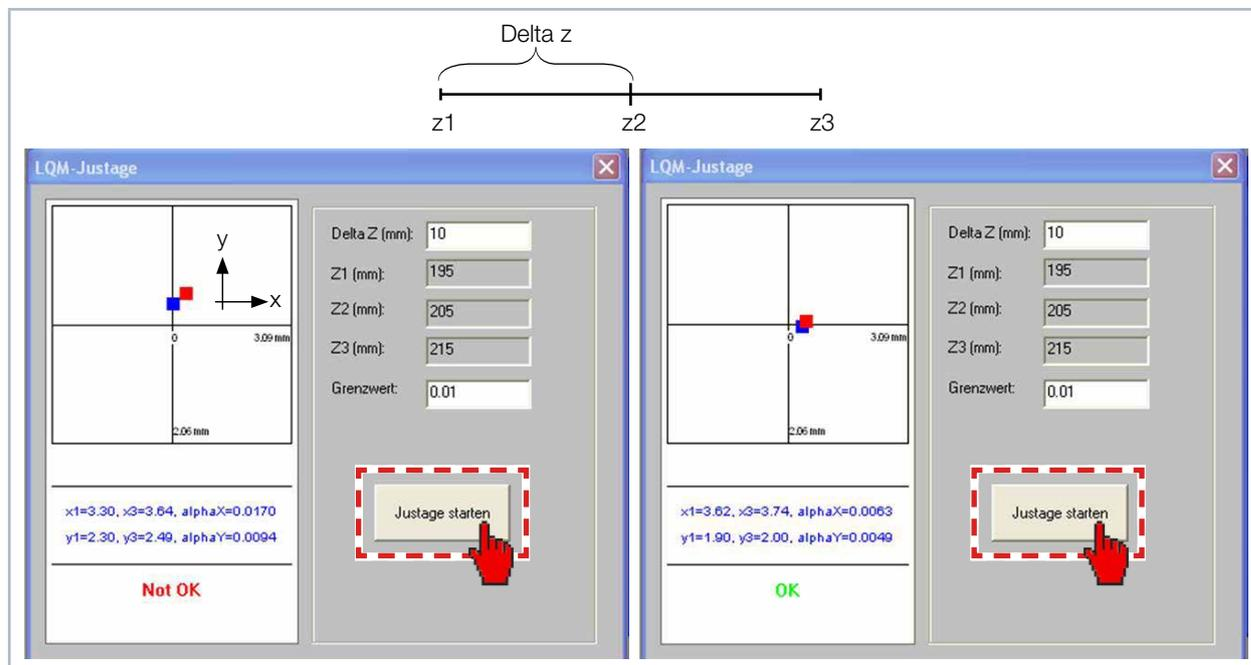

Abb. 13.5: Ausrichtung mit der LaserDiagnosticsSoftware LDS prüfen
3. Prüfen Sie, ob der Laserstrahl eine Fehlwinkel aufweist ist (siehe Abb. 13.5 auf Seite 95):